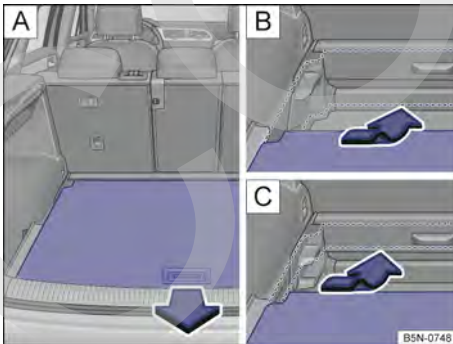

Fig. 190 En el maletero: ajustar el piso variable del maletero en altura.
- Levante el piso del maletero y tire de él hacia atrás para sacarlo de las guías laterales del maletero → fig. 190 [A].
- Coloque el piso en las guías de la altura deseada y desplácelo hacia delante hasta el tope → fig. 190 [B], [C].